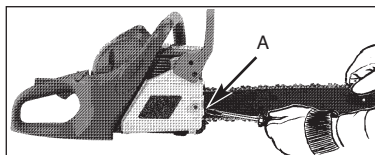

Рис. 5
1. Приподнимая за кончик шины, ослабьте гайку крепления крышки и вращайте регулировочный винт (D) ПО ЧАСОВОЙ СТРЕЛКЕ, чтобы увеличить натяжение цепи. Вращение регулировочного винта ПРОТИВ ЧАСОВОЙ СТРЕЛКИ уменьшит натяжение. Следите за тем, чтобы цепь вокруг шины не выпадала из канавки (рис. 5).